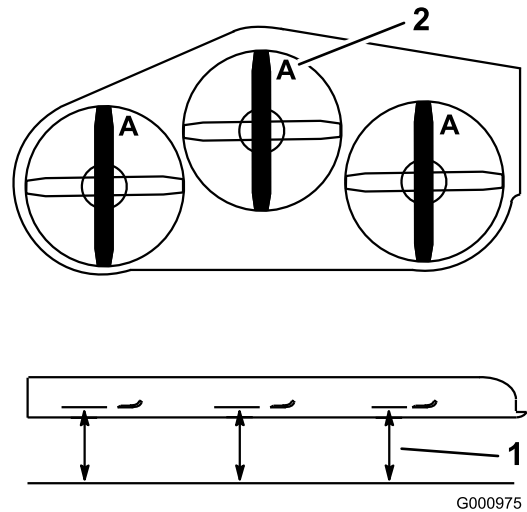

図 98
4. A位置で、平らな床面からブレードの刃先までの高さを測る 図 98。